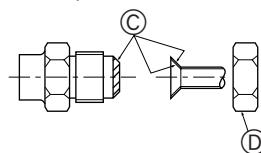

Fig. 4-1
4.2. Connexion des tuyaux (Fig. 4-1)
- Appliquer un film mince d'huile réfrigérante sur la surface du tuyau et du support du joint avant de serrer l'écrou évasesé. ④
- Utiliser deux clés pour serrer les connexions des tuyaux. ⑤
- Appliquer de l'huile réfrigérante sur toute la surface évasee du fond. ⑥
- Utiliser les écrous évases correspondant aux tailles de tuyaux suivantes. ⑦
Ⓐ (Fig. 4-1)
Ⓑ (Fig. 4-1)